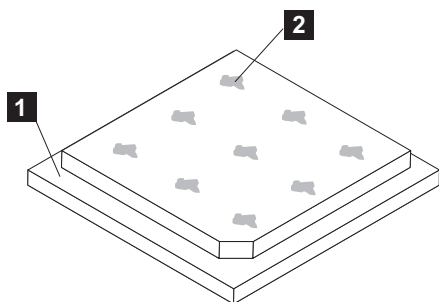

图 198. 将导热油脂涂在 SAN Volume Controller 2145-DH8 微处理器上
- e. 使用导热油脂针筒在微处理器顶部等间距涂抹 9 点 0.02 mL 导热油脂，如图 198 中所示。最外部的点必须距离微处理器边缘大约在 5 毫米以内，以确保油脂均匀分布。